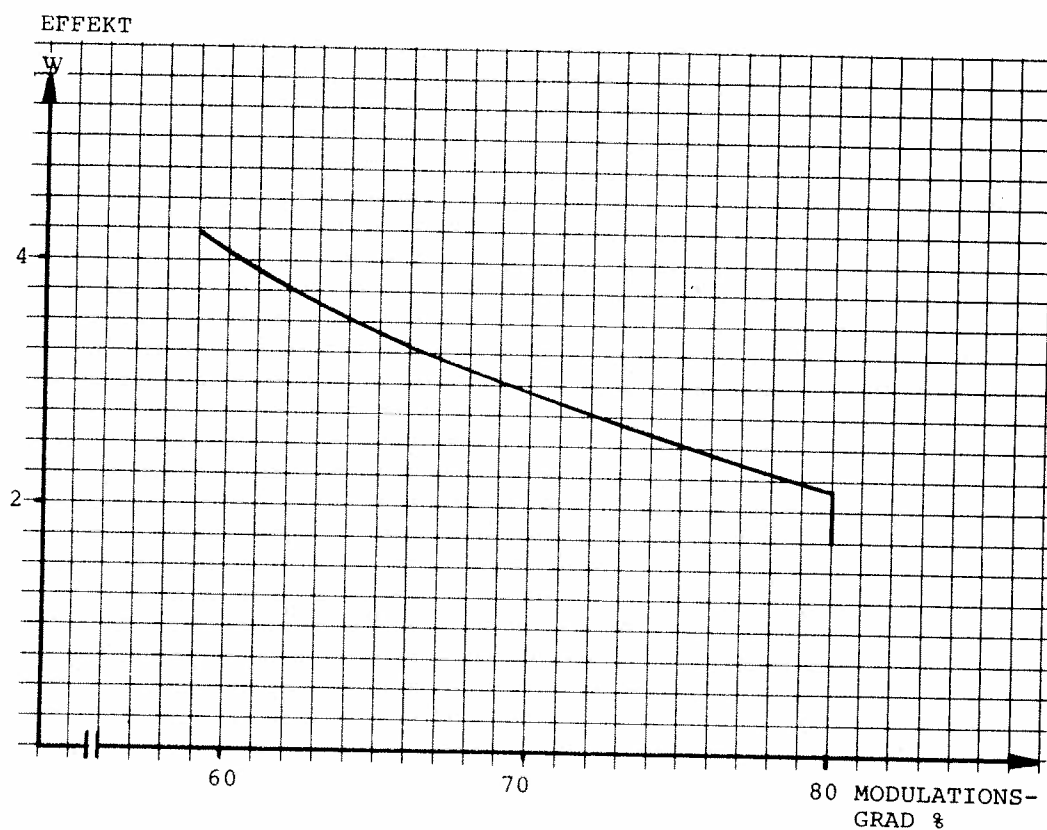

Bild 41. Inställning av modulationsgrad
- Ställ med potentiometern 19RV1 på sändtagaren in modulationsgraden enligt bild 41.